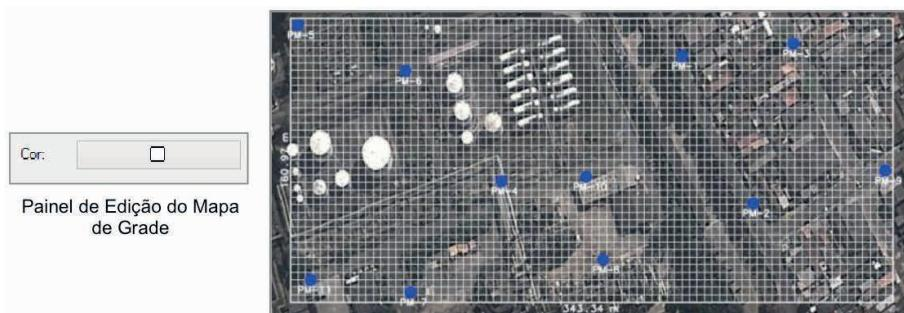

Figura 2.146 Exemplificação de Mapa de Grade.
- **Mapa de Grade:** apresenta a malha (volumes de controle) definida para o domínio de simulação (Figura 2.146).